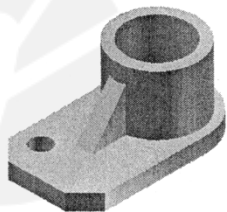
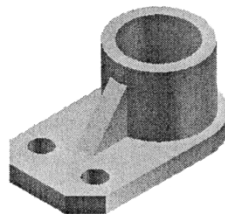

图9
图10
14. 特征状态下的哪个命令可以通过指定一个平面和底板后部的小孔来创建底板前部的小孔，而使图9所示的形体成为图10所示的形体？